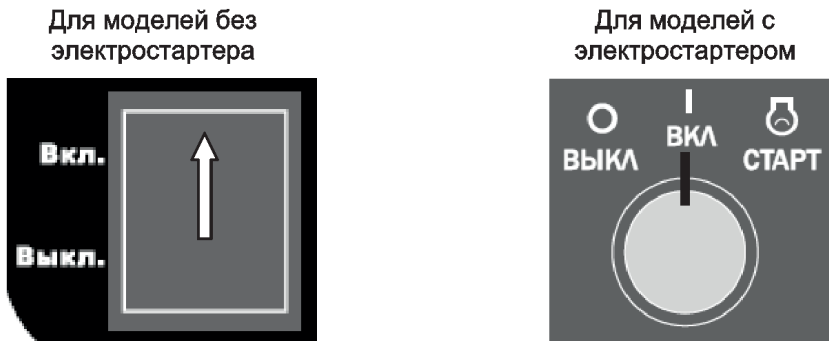

Рис. 13
2. Установите выключатель зажигания в положение «Вкл.» (Рис. 13)